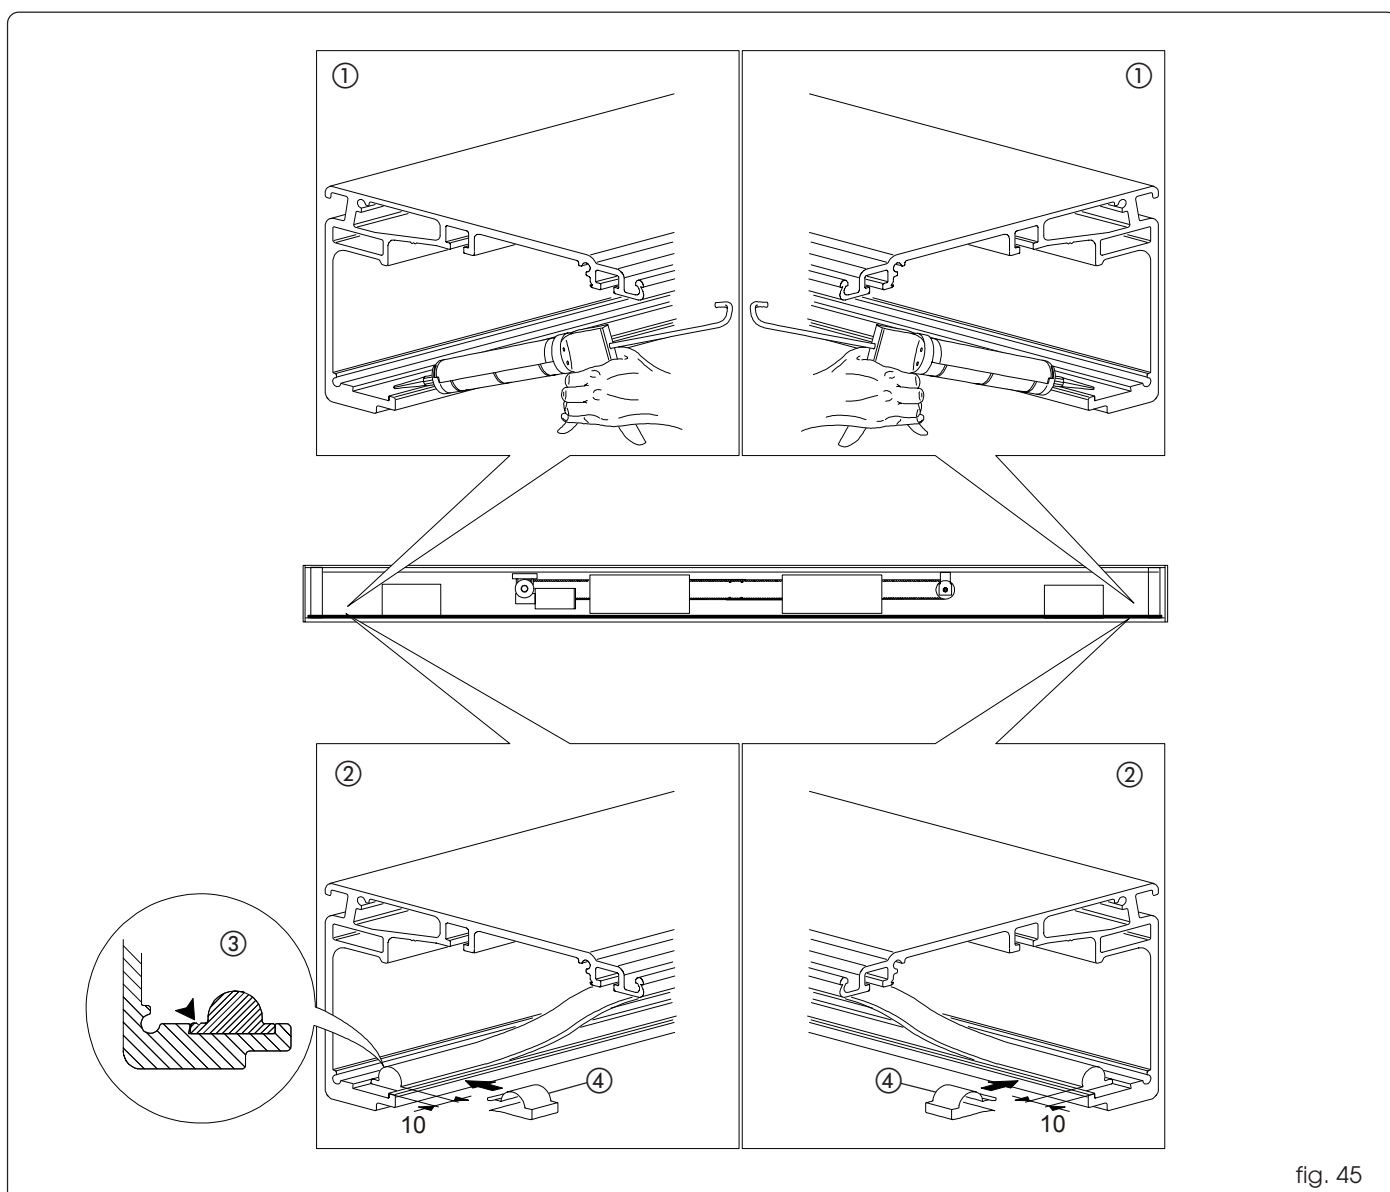

fig. 45
Bedek de behuizing van het draagprofiel met een dun laagje silicone (fig. 45, ref. ①) en plaats de glijrail zodanig dat er 10 mm ruimte aan beide kanten van het profiel blijft (fig. 45, ref. ②). Houd de glijrail tegen zijn behuizing gedruwd, en controleer of er geen golvingen zijn ontstaan.
N.B.: de rail is niet symmetrisch: de kant met de groef moet naar de muur gericht zijn (fig. 45, ref. ③).
Blokkeer de glijrail met de bijgeleverde clips (fig. 45, ref. ④).